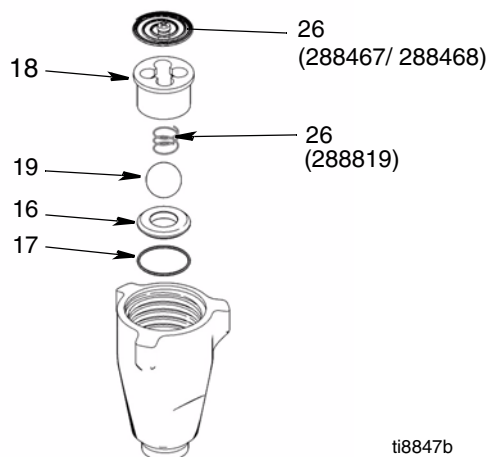

FIG. 16
14. (Fig. 16) Volte a colocar a válvula de admissão com o novo O-ring (17), a sede (16) e a esfera (19). É possível inverter a sede e utilizá-la ao contrário. Limpe minuciosamente a sede.